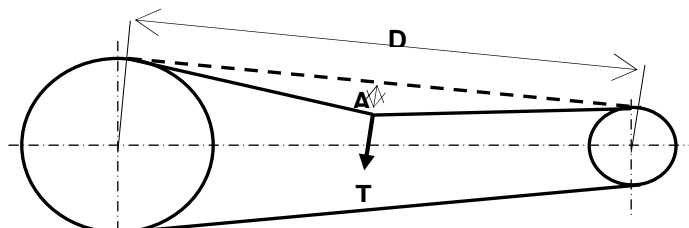
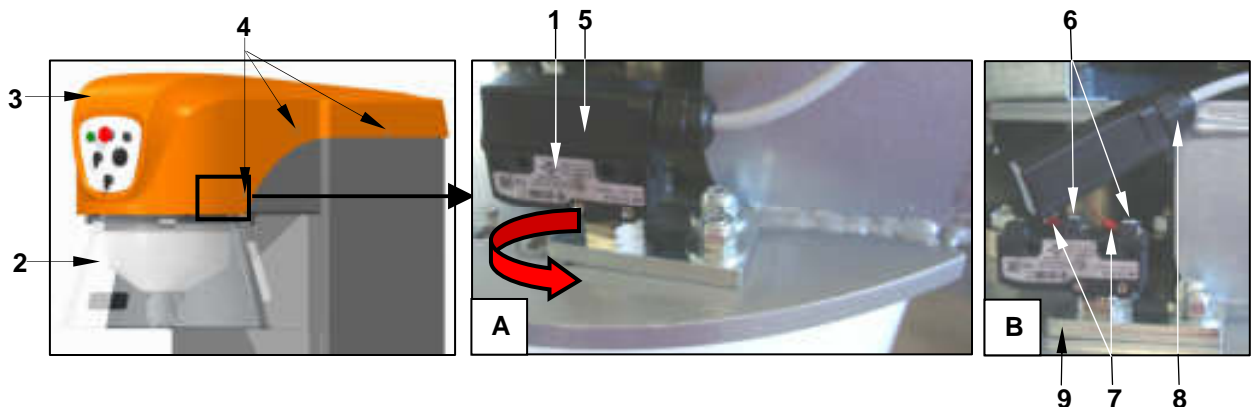

Рисунок 16- Список параметров корректного напряжения ремней рис.1 Рисунок 17
Рисунок 23-Замена микровыключателя защитной крышки дежи PL80 И PL100
См. Рисунок 16, для осуществления проверки корректного напряжения ремней необходимо:
- j) освободить опору рис.15 от винта рис.16; извлечь их и установить повторно;
- закрутить на одну из сторон опоры рис.15 винт рис.16 пропустив его через отверстие цоколя (внимание! не забыть зафиксировать его гайкой рис. 23)
Посмотрите Рисунок 23, чтобы заменить микровыключатель рис.1, который связан с защитным элементом (см. рис.2, фото А и подробности В), предохраняющим инструменты и скребок, необходимо: